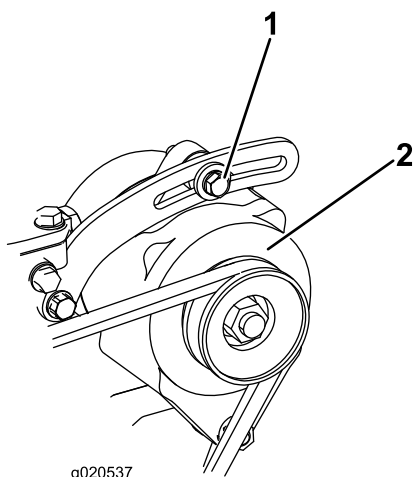

Figura 75
2. Se l'inflessione non è di 10 mm, allentate i bulloni di fissaggio dell'alternatore (Figura 75). Aumentate o riducete la tensione della cinghia dell'alternatore e serrate i bulloni. Controllate di nuovo l'inflessione della cinghia per accertare che sia esatta.